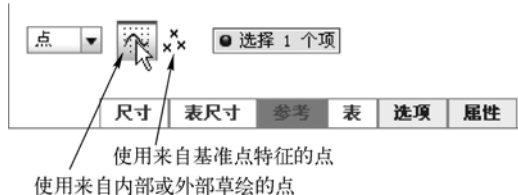

图 5-66 创建点特征设置
- 4 在“阵列”选项卡的“阵列类型”下拉列表框中选择“点”选项，接着单击“阵列”选项卡中的“使用来自内部或外部草绘的点”按钮，如图 5-66 所示。